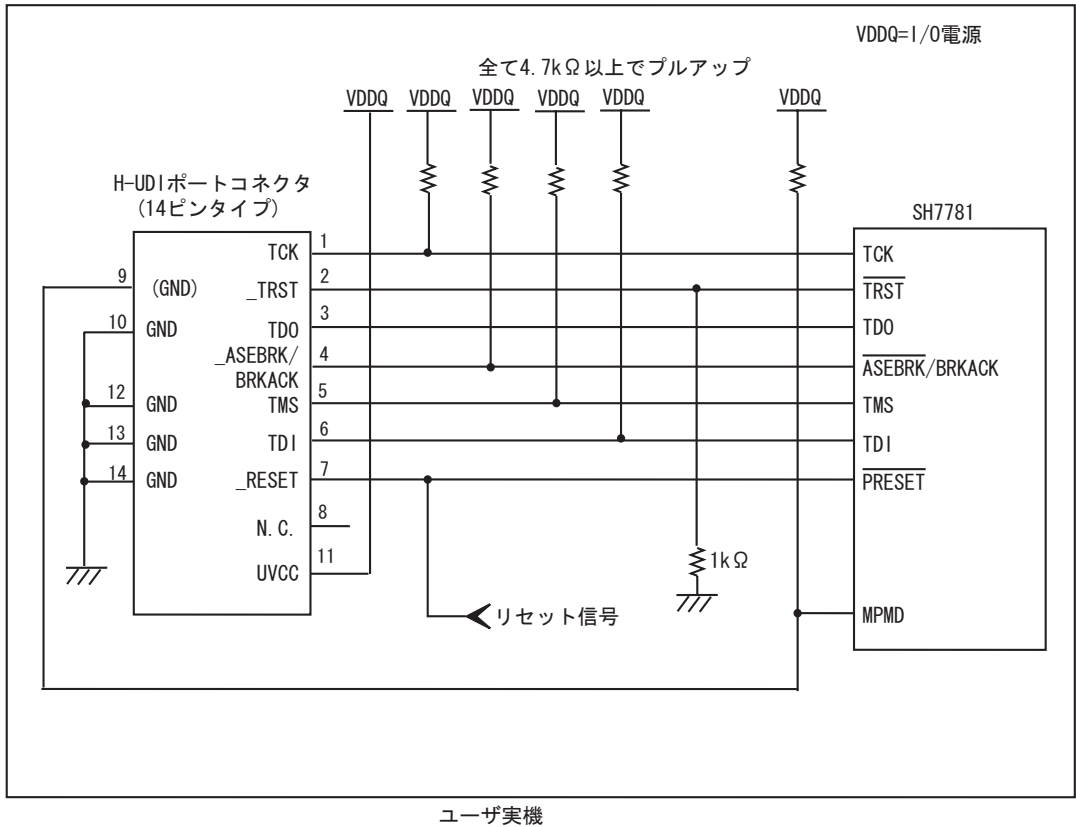

図 1.4 E10A-USB 使用時の H-UDI ポートコネクタ - チップ間の推奨接続例(14 ピンタイプ)
- 図 1.4 の回路を組んだ場合の E10A-USB エミュレータのスイッチ設定：SW2=1, SW3=1